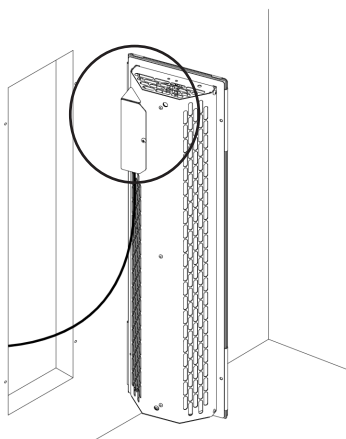
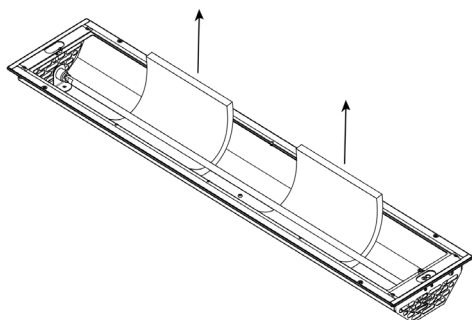

Bild 2: Kopplingsdosa uppe
Bild 5: Ta bort transportsäkringen
- För att den termiska säkringen ska fungera korrekt måste värmarens kopplingsdosa vara uppe vid vertikal installation (t.ex. ryggvärmare) (se **Bild 2**).
Observera **Bild 2** och **Bild 5**.